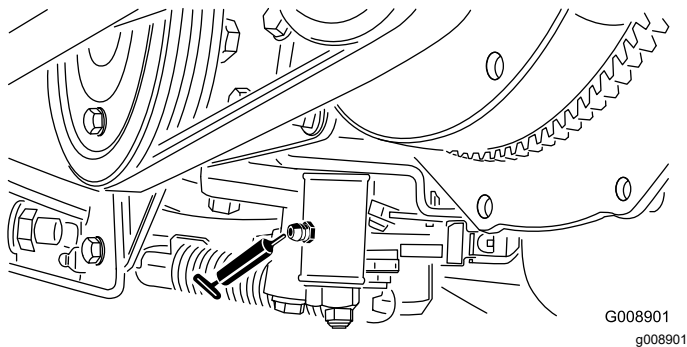

Figura 52
- Mecanismo de ajuste de punto muerto (**Figura 52**)